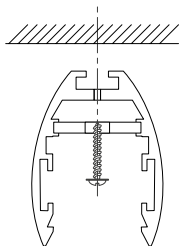

Рис. 2. Установка шинопровода на поверхность
- 3.1. Закрепите шинопровод винтами из комплекта поставки на поверхности (Рис. 2).